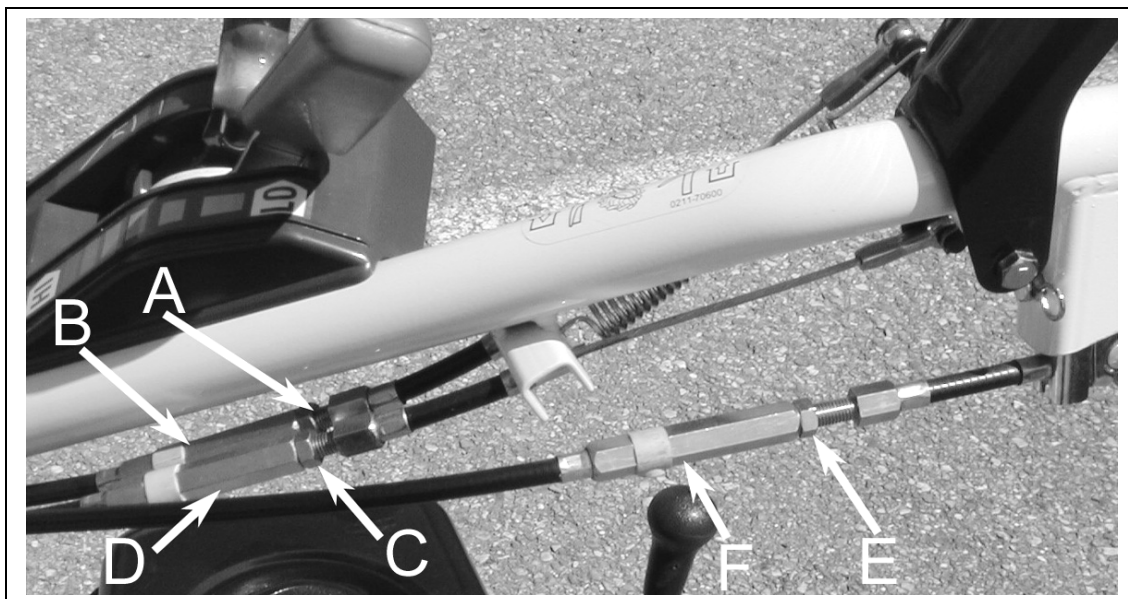

Figure 20
- Dévissez le contre écrou du système de réglage de tension du câble de transmission (figure 20, repère A).
- Dévissez l'écrou de réglage de tension du câble de transmission (figure 20, repère B).
- Vissez l'écrou de réglage de tension du câble de transmission (figure 20, repère B).
- Dévissez le(s) contre(s) écrou(s) du système de réglage de tension du (des) câble(s) de direction (figures 20 et 21, repère E).
- Dévissez l'(les)écrou(s) de réglage de tension du (des) câble(s) de direction (figures 20 et 21, repère F).
- Dévissez le contre écrou du système de réglage de tension du câble de transmission (figures 20 et 21, repère E).
- Vissez l'(les)écrou(s) de réglage de tension du(des) câble(s) de direction (figures 20 et 21, repère F).
- Dévissez le contre écrou du système de réglage de tension du câble du frein de parc (figure 20, repère C).
- Dévissez l'écrou de réglage de tension du câble de transmission (figure 20, repère D).
- Dévissez le contre écrou du système de réglage de tension du câble de transmission (figure 20, repère C).
- Vissez l'écrou de réglage de tension du câble de transmission (figure 20, repère D).